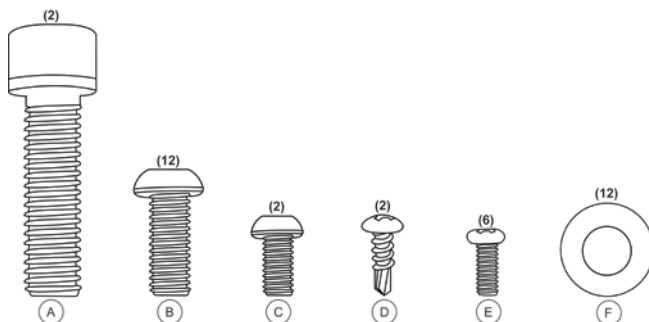
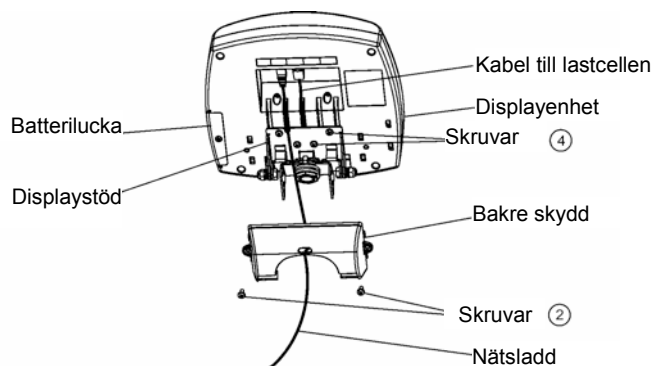

Bild 1
Bild 2
| | Delar för monteringen (bild 1) |
4. Skjut mittenracket över dess stöd på bottenplattan och fäst racket i dess stöd med fyra (4) M8-skruvor 1,25 x ¾ tum (B), fyra (4) M8-brickor (F) och den mellanstora insexnyckeln (se bild 1). Dra åt skruvarna lätt. **DRA INTE ÅT FÖR HÅRT.** Vänta med att dra åt till steg 6.
5. Fäst det vänstra/högra racket i mittenracket och plattformen med hjälp av två (2) M10-skruvor 1,5 x 1½ tum (A), åtta (8) M8-skruvor 1,25 x ¾ tum (B) med åtta (8) M8-brickor (F) och dra åt lätt.
7. Fäst handtaget på baksidan av mittenracket med två (2) M6-skruvor 1,0 x ½ tum (C) och dra åt.
13. Vrid displayens stöd 90° och placera sedan displayenheten nära displaystödet. Anslut lastcellens kabelkontakt till lastcellens port på baksidan av displayen och placera sedan och fäst kabeln i centerkanalen på displayen. Se bild 2, ovan. **Obs!** Anslut inte strömkabeln ännu. Vänta tills steg 19.
15. Sätt i fyra (4) koniska M4-stjärnskruvar (E) i metallstödet för displayen och dra åt (se bild 1).
16. Fäst adapterhållaren på mittenracket med två (2) plåtskruvar #8 x 1/2 (D) och dra åt.
17. Anslut nätadaptern till strömporten på displayen och för sedan in och anslut kabeln i den exponerade delen av den andra kanalen från vänster på baksidan av displayen (se bild 2 ovan). Håll sladden på plats med hjälp av låsningsspåret på baksidan och rikta in de stora flikarna på baksidan med fördjupningarna på baksidan av displayenheten. Tryck lätt så att höljet snäpps på plats och fäst det med två (2) koniska M4-stjärnskruvar (E). **Koppla inte in vågen till någon strömkälla förrän vågen är färdigmonterad.**